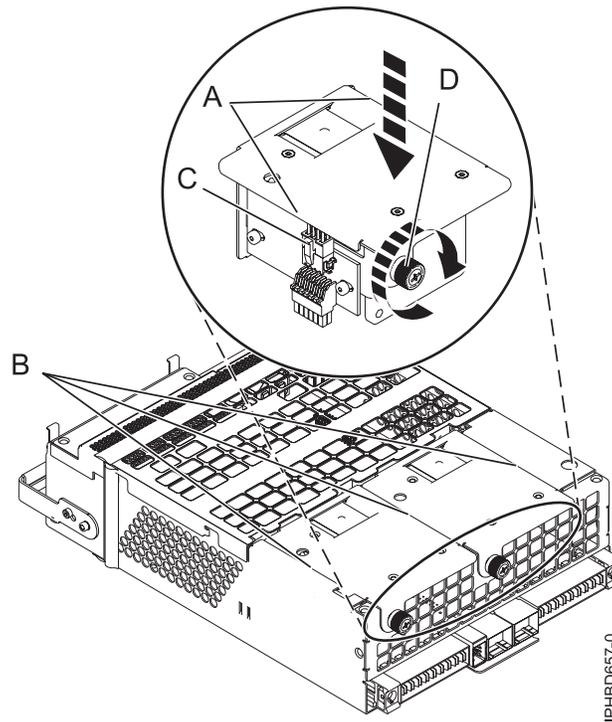

Figure 62. Remplacement d'un ventilateur
- b. Appuyez sur le ventilateur (A) pour l'insérer dans son connecteur dans le bloc comme illustré à la figure 62.
- c. Serrez la vis moletée (D) comme illustré à la figure 62.